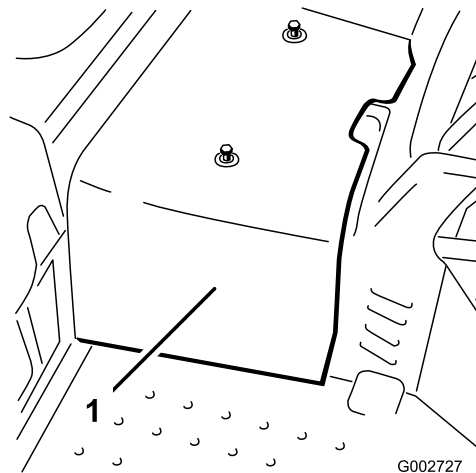

Figure 35
2. Desserrez les 2 vis qui fixent le carénage central à la machine et déposez le carénage (Figure 35).